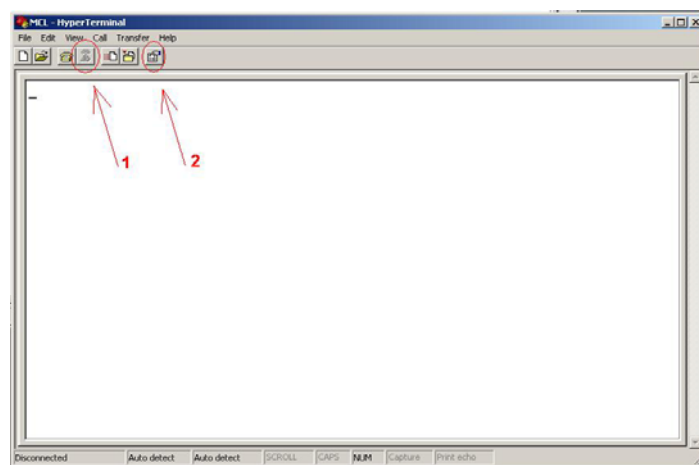

Рис.6.5
2. Нажмите кнопку „Properties“ как изображено на рис.6.5;